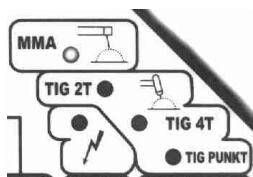

Rysunek 1
znajdują się : wyłącznik zasilania, przewód zasilający, wentylator, tabliczka znamionowa oraz króciec zaworu gazu, służący do doprowadzenia gazu z butli. Elementy regulacyjne i sygnalizacyjne spawarki przedstawia rys. 1.
Do dyspozycji są cztery rodzaje pracy wybierane przyciskiem (3) (rys. 1):
lampki (5) (rys. 1) świecącej w kolorze zielonym, wyświetlacza cyfrowego oraz czerwonej lampki wskazującej ostatnio wybrany rodzaj pracy. Spawarka posiada zabezpieczenie termiczne chroniące przed nadmiernym nagraniem niektórych podzespołów. Zadziałanie zabezpieczenia sygnalizuje lampka (6) (rys. 1) świecąca w kolorze żółtym.